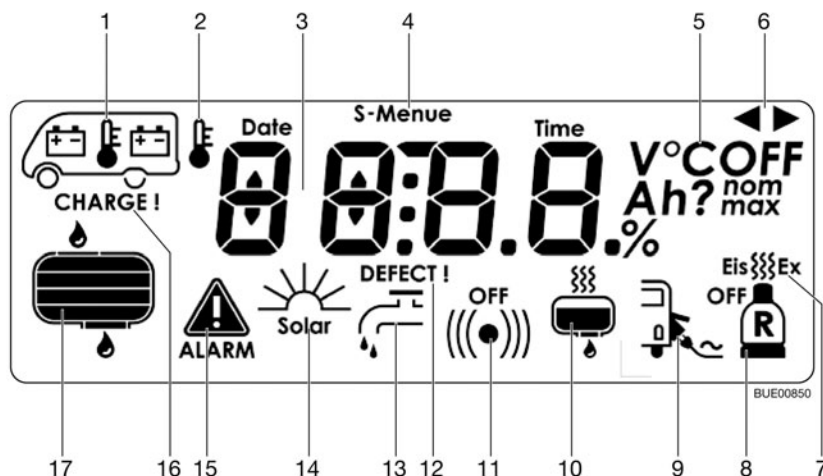

Fig. 132 Représentation des symboles dans l'affichage ACL
- Dégivreur (Fig. 132,7) enclenché ou déclenché (Option).
- Dispositif de commutation pour deux bouteilles de gaz (Fig. 132,8) (option) : Le symbole des bouteilles de gaz apparaît lorsque l'une des deux bouteilles est vide. Si la deuxième bouteille de gaz est également vide, le symbole clignote et ("ALARM") (Fig. 132,15) apparaît sur le menu de base.
- Contrôle du réseau (Fig. 132,9) : Le symbole apparaît si le véhicule est raccordé à une alimentation 230 V.
- Chauffage réservoir d'eaux usées (Fig. 132,10) (option) : Le symbole apparaît si le chauffage du réservoir d'eaux usées est allumé.
- Pompe à eau (Fig. 132,13) : Le symbole apparaît si la pompe à eau est activée.
Le menu de base apparaît et les symboles (Fig. 132,1, 15 et 16) clignotent dès que la tension de la batterie de cellule descend en dessous de 12 V (mesurée en marche) et qu'il y a risque de décharge profonde de la batterie. De plus, l'indication de la tension clignote dans le menu batterie.
Le menu de base apparaît et le symbole (Fig. 132,1) clignote. De plus, l'indication Ah ainsi que la requête "CHARGE!" s'affichent dans le menu batterie.
Le menu de base apparaît et le symbole (Fig. 132,1) clignote. De plus, l'indication "DEFECT!" s'affiche dans le menu batterie.